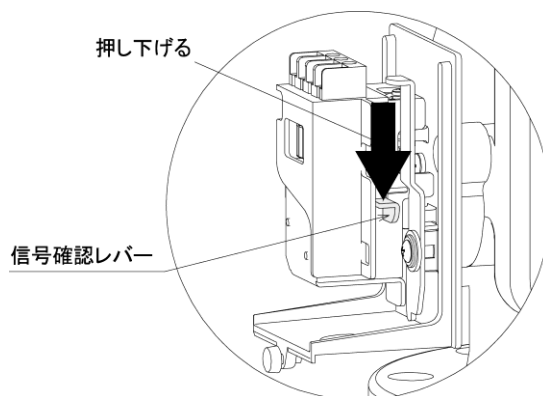

図 9. 信号確認レバー部詳細
(5) 作動信号の確認 (図 9 参照)
- ①流水検知部の信号確認レバーを信号が発信されるまで (約 20 秒間) 指で押し下げてください。